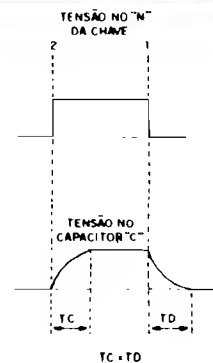

Fig.1
- **FIG. 1** - Observem que o “intervalo” de **4 CONSTANTES DE TEMPO** para a plena carga de um Capacitor independe, completamente, da **TENSÃO** da fonte! Imaginem a situação/exemplo da fig. A, porém com uma fonte B de 1V ou de 100V, façam os cálculos e notem que a “proporcionalidade” ou “desenho” da curva de carga nada sofrerá: quando a Tensão no Capacitor atingir metade da Tensão da fonte, a Corrente de carga se restringirá à metade da inicial; quando a Tensão no Capacitor atingir 9/10 da
Tensão da fonte, a Corrente de carga ficará em apenas 1/10 da inicial, e assim por diante! Os únicos "números" que **realmente** importam ou determinam os "Tempos" são: o VALOR DO CAPACITOR e o VALOR DO RESISTOR. Outro ponto importante (que talvez não tenha ficado óbvio para todos...) é que a **descarga** de um Capacitor leva um tempo **exatamente** igual ao de sua carga (se dá, completamente, em 4 CONSTANTES DE TEMPO...). Observem o diagrama da fig. 1, sempre supondo que, inicialmente, o Capacitor C encontra-se completamente descarregado... Notem, ainda na mesma figura, os gráficos de Tensão/Tempo, no terminal Neutro N da chave, e nas placas do Capacitor C... Do momento em que o N da chave é levado ao seu terminal 2, até o instante em que "reconhecemos" que C assumiu plena carga, temos o intervalo TC (tempo de carga), correspondente a 4 CONSTANTES DE TEMPO. Depois de tudo "estabilizado", retornamos o N da chave à posição 1 desta, com o que ocorre a descarga de C, levando um tempo TD (tempo de descarga) que tem o **mesmo** "tamanho" de TC (4 CONSTANTES DE TEMPO...). Analisem "matematicamente" (sempre com a "velha" Lei de Ohm parametrando os cálculos...) e verão que a curva de descarga é inversa em seu "desenho": no **começo** ela é muito rápida (porque o "diferencial" de Tensão entre as duas placas de C é alta, promovendo uma substancial Corrente através de R...). Conforme a
Tensão nas placas de C vai caindo, menor torna-se o diferencial (Tensão sobre R), com a consequente redução no "regime" da descarga (a Corrente fica menor, com menos energia "passando" no mesmo Tempo...). Então, se o Leitor/"Aluno" pegar aquela "curvinha" de subida, e compará-la com a da descida (fig. 1 - carga e descarga de C), verá que, embora em "posições" invertidas, elas têm o mesmo "desenho"...